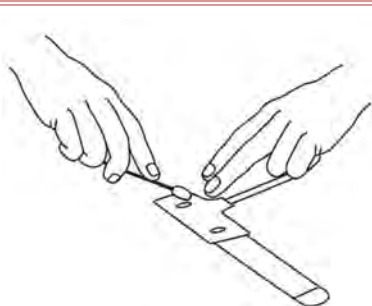

Рис. 1
- 1) При сниженном тургоре кожи протрите область сцепления (см. рис. 1) ватными шариками или марлей, чтобы уменьшить или устранить прилипание медицинского клея.